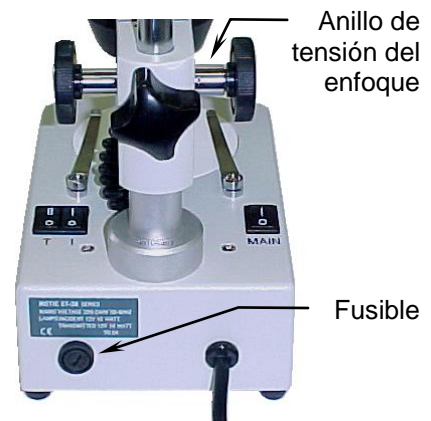

Fig. 5
- a. Con un destornillador plano, presione ligeramente la ranura de la tapa del porta-fusible (Fig. 5) y gire 1/4 de vuelta en el sentido que marca la flecha indicadora.
El anillo de ajuste de tensión del enfoque (Fig. 5) está situado entre el mando de enfoque (13) y el porta-cabezal (11).